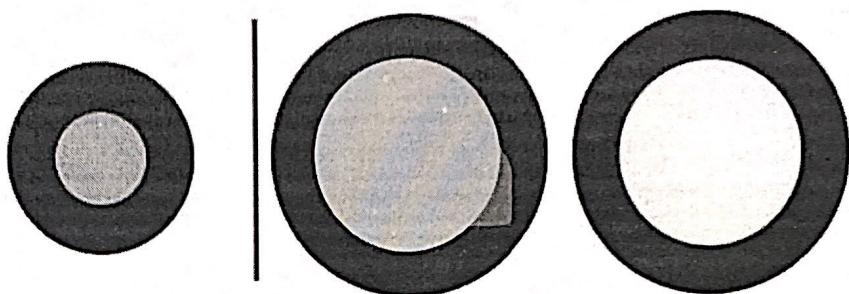

Рис.10. Цвета силикагельного фильтра (фото типового маркера влажности)
8.1. Обеспечивать требуемое состояние силикагельного фильтра. Замену фильтра требуется выполнять тогда, когда он изменяет окраску с синего на бледно-розовый (2/3 объема фильтра) (Рисунок 10).